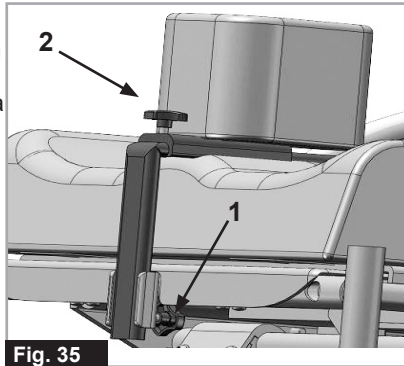

Fig. 35
Genom att lossa skruven (1) kan abduktionsklossen justeras höjdvís och genom att lossa skruvarna (2) kan den justeras på djupet eller avlägsnas, (Fig. 35).